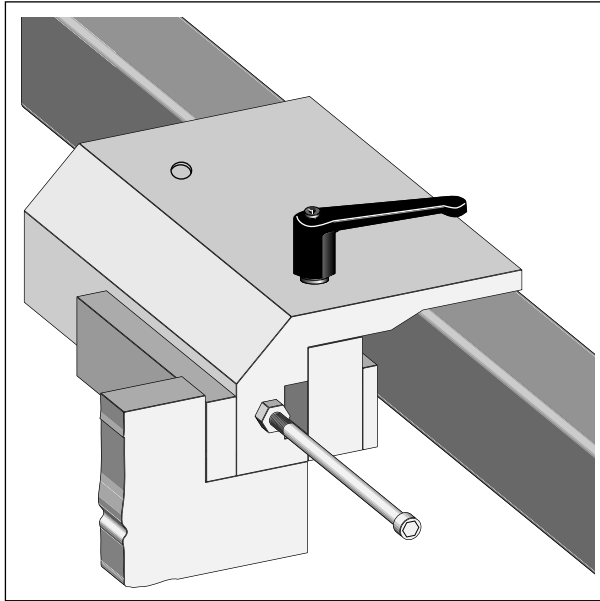

Bild 5-6. Klemmhebel für Siebauflegeschiene
- * Stellen Sie die Siebaufлагeschiene ganz nach außen (Klemmen Bild 5-6 öffnen).
- * Öffnen Sie die Klemmen für die beiden Siebauflegeschiene (je 2 Klemmen vorn und hinten, Bild 5-6).